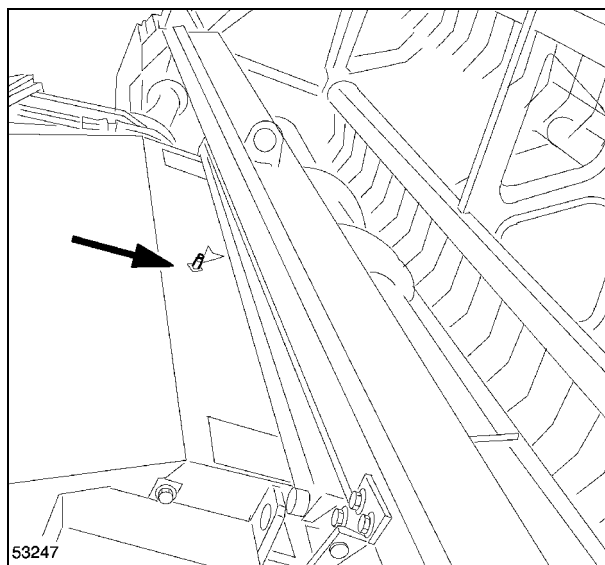

Рис. 80
**74. Установочный штифт жатки - Рис. 80**